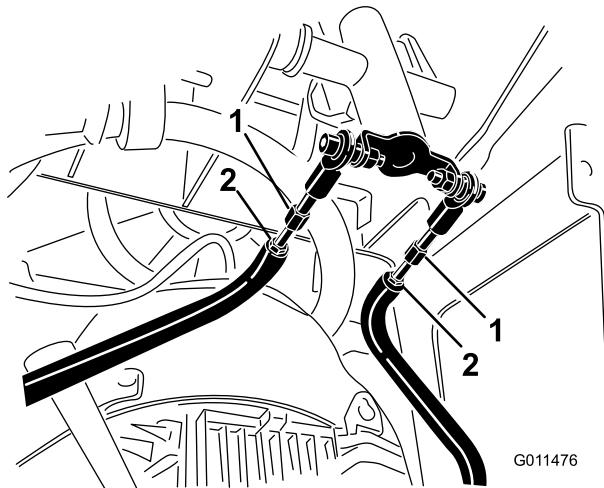

Figura 57
D. Desaperte as porcas de bloqueio nas barras de tração, debaixo do painel de controlo (Figura 57).